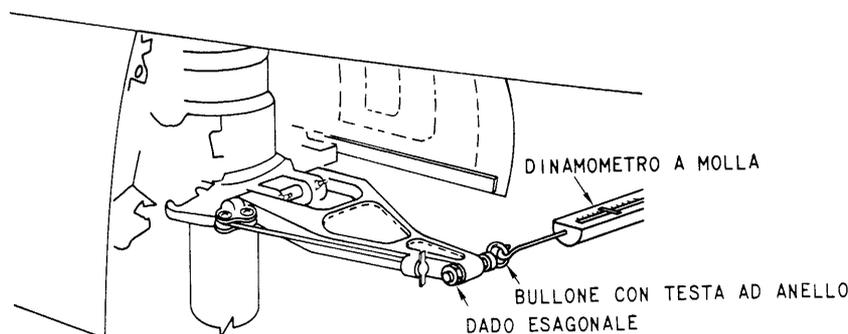

Fig. 2-25. Prova della molla di smorzamento shimmy del carrello anteriore.
c. Collegare un dinamometro a molla alla leva superiore del compasso di torsione in modo da poter esercitare una trazione sull'asse del bullone d'estremità (vedere fig. 2-25).